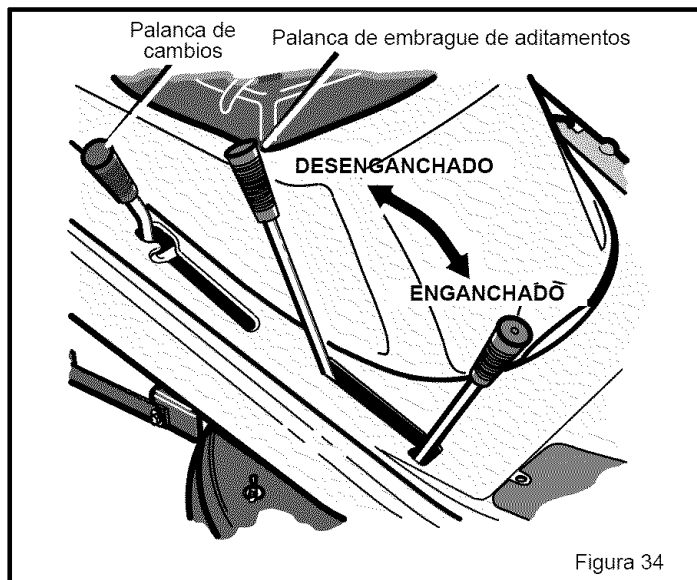
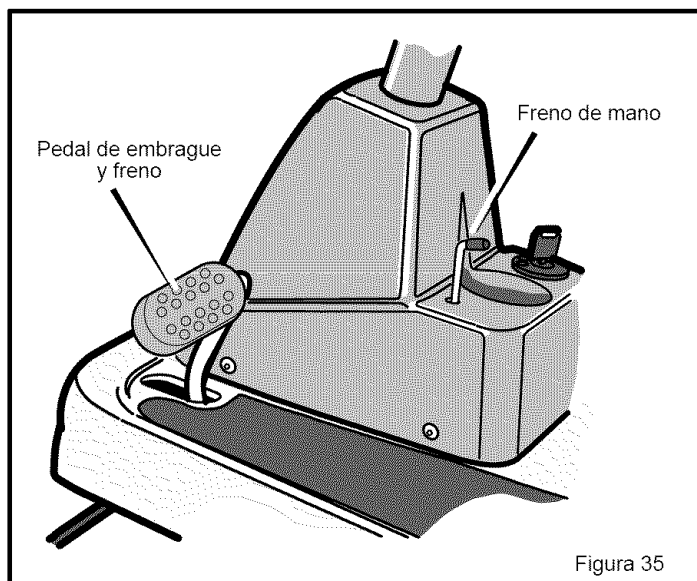

Figura 34
Figura 35
1. Mueva la palanca de embrague de aditamentos a la posición DESENGANCHADO (Figura 34).
2. Mueva la palanca de cambios a la posición neutro (N).
3. Enganche el freno de mano (Figura 35).
1. Mueva la **palanca de embrague de aditamentos** a la posición **DESENGANCHADO** (Figura 34).
3. Enganche el **freno de mano** (Figura 35).
2. Mueva la **palanca de cambios** a la posición neutro (N).